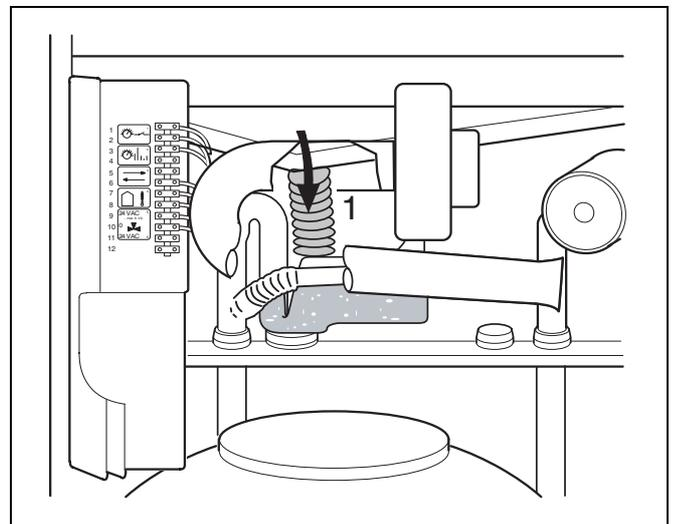

Fig. 19 Riempire il sifone con acqua
- Staccare il tubo flessibile dalla piastra di raccolta condensa (fig. 19, pos. 1).